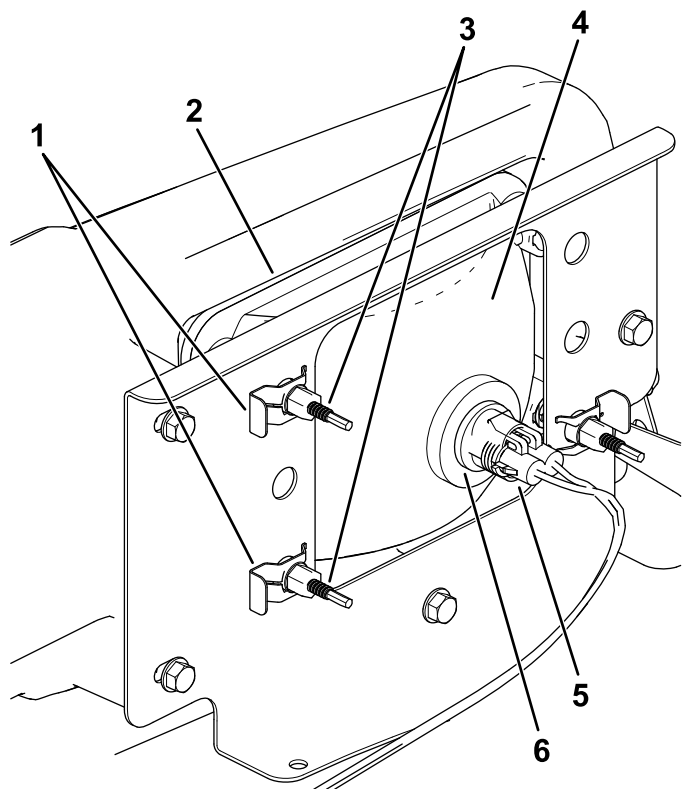

Figura 50
3. Deconectai conectorul electric al cablajului de la conectorul ansamblului de lămpi (Figura 50).
4. Îndepărtați clemele care fixează farul în consola acestuia (Figura 50).
5. Scoateți ansamblul farului deplasându-l în față prin deschiderea din bara de protecție față (Figura 50).
6. Instalați farul nou prin deschiderea din bara de protecție (Figura 50).
8. Conectați conectorul electric al cablajului la conectorul ansamblului lămpii (Figura 50).
5. În partea din spate a ansamblului farului, rotiți uruburile de reglare (Figura 50) pentru a pivota ansamblul farului și pentru a alinia poziția fasciculului.